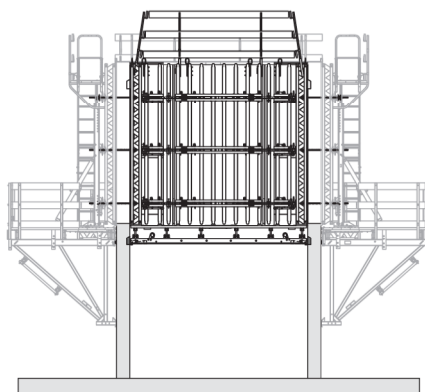

Fig. A4.02
9. Eseguire la seconda sezione di getto. (Fig. A4.02)